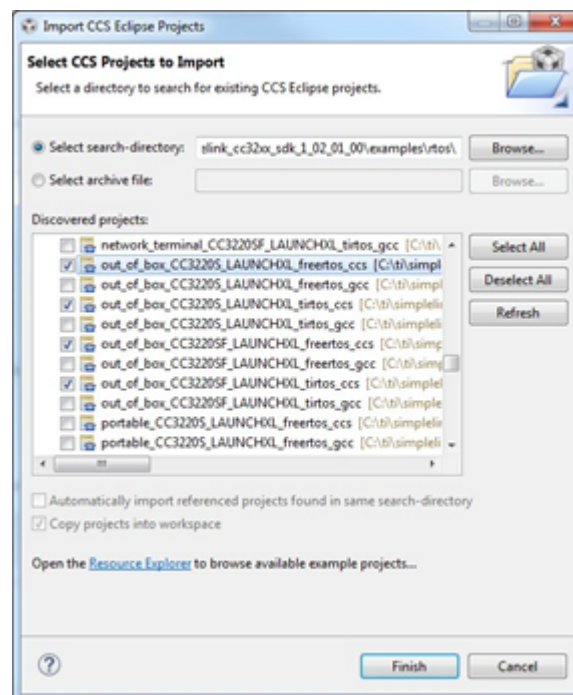

图 36. 导入 OOB 项目
3. 根据连接的 CC3220 器件和所需的操作系统 (freertos 或 tirtos，请参见图 36)，使用 CCS IDE 从以下位置导入 OOB 项目。